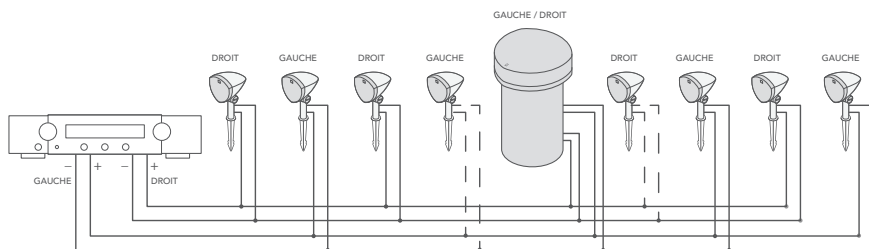

Figure 4
4. Faites passer le câble de l'enceinte dans la tranchée comme décrit dans les instructions de câblage à la section 6 « Installation des enceintes satellites » à la page suivante et à la section 7 « Installation du subwoofer ». Nous recommandons de laisser 335 à 400 mm (14 à 16 po) de fil supplémentaire par enceinte afin que le fil ne se plie pas et ne se tiraille pas lorsque vous recouvrez le fil de terre dans la tranchée. La figure 4 représente le câblage d'un système complet à l'aide d'un amplificateur stéréo.
1. Une fois toutes les enceintes et le subwoofer correctement connectés, assurez-vous que l'amplificateur/le récepteur est hors tension. Connectez les fils gauche/droite de l'enceinte aux bornes positive (+) et négative (-) correspondantes de l'amplificateur/le récepteur (voir le schéma de câblage de l'amplificateur à la Figure 4).